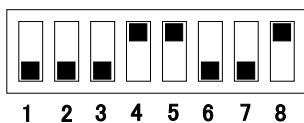

図 3 コンフィグレーションスイッチモジュール
- 1 分光光度計のコンフィグレーションスイッチモジュールの位置を確認してください（図 3 参照）。GPIB で動作させる場合のデフォルトアドレスは 25 です。スイッチ 4、5、8 を上に倒す以外は全てのスイッチを下側に倒して 00011001 というパターンを作ります（0 は下、1 は上に倒すことを意味します）。複数の装置やアクセサリが同一の GPIB アドレスを共有することはできません。これとは異なるスイッチコンフィグレーションについては第 6 章「GPIB の接続、コンフィグレーション、および通信」をご覧ください。